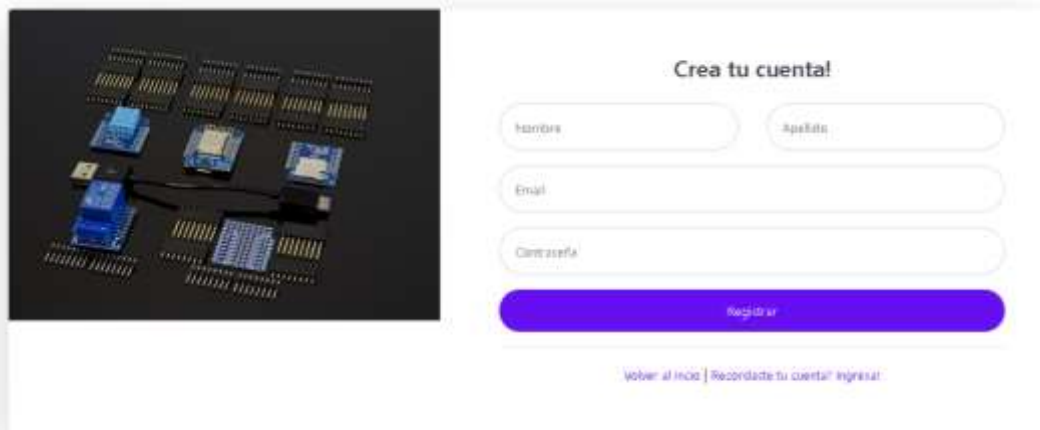

Figura 5. Registro e Inicio de sesión
**PASO 3:** Complete el formulario que se muestra en la figura 5. Pulse en el botón Registrar.